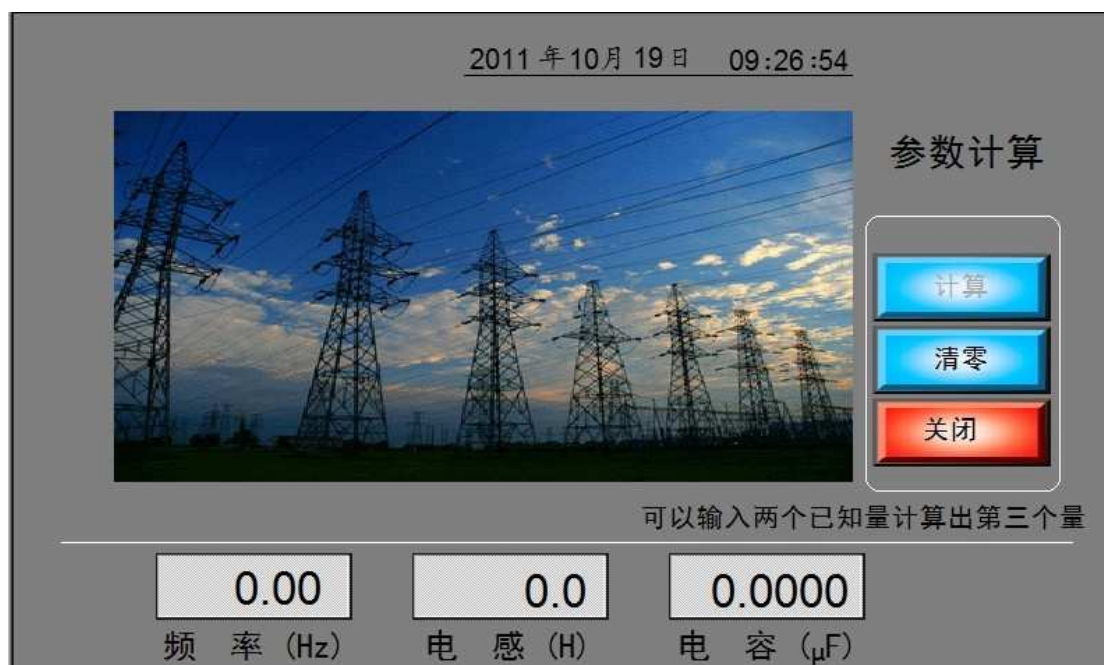

图 19
- **参数计算：** 计算电感，电容，频率的参数，点击“参数计算”，显示界面如图 19 所示。